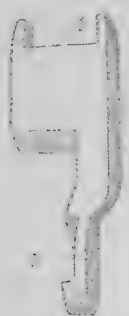

Рис. 16. Часть механизма:
17. Ползун (рис. 16) заставляет головку казенника наклоняться вперед и нажимать на шляпку гильзы, а после выстрела отходить